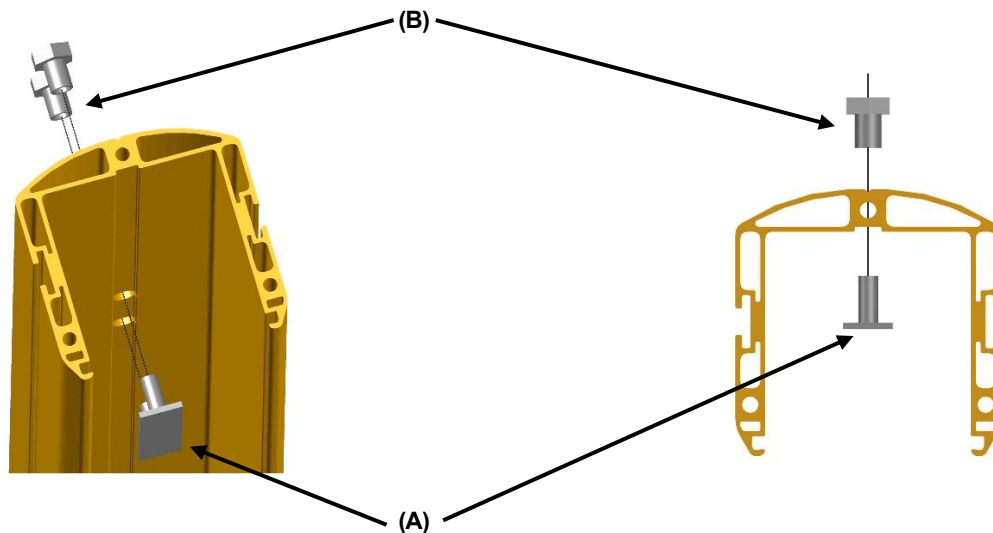

Fig. 4
- **Predisporre nei fori della colonna i perni con gli inserti (A) (Fig. 4).**
Place the inserts with the pins (A) in the holes in the column (Figure 4).
- **Avvitare provvisoriamente le viti a bussola (B) sui perni (un giro di vite) (Fig. 4).**